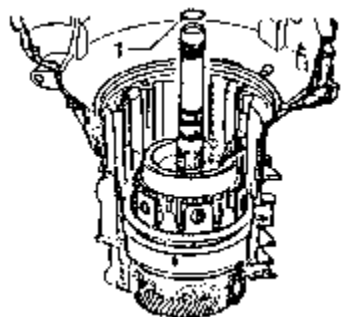

图 7-85 装入离合器 K3
14) 装入 3 档和 4 档离合器 K3, 将密封圈装入槽内, 如图 7-85 中箭头所示。